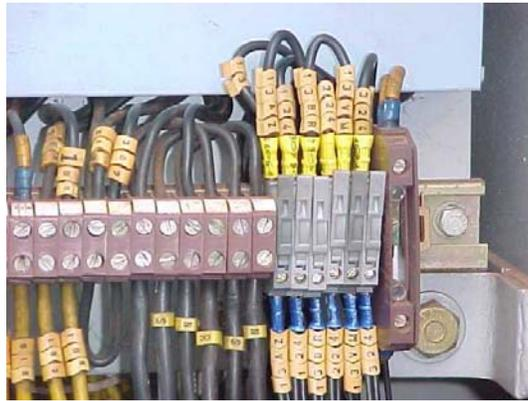

FIGURA 02
2.1.2. Substituição dos bornes dos pontos 13 (fechamento), por bornes seccionadores, ver Figura 02